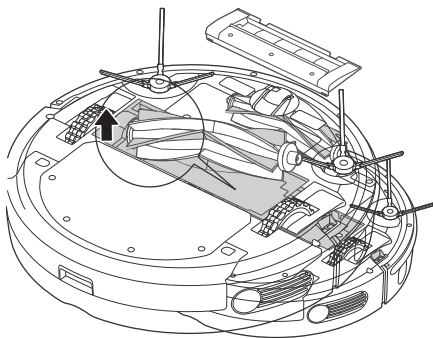

Figura 5
1. Retire la cubierta del cepillo y extraiga el cepillo (Figura 5).